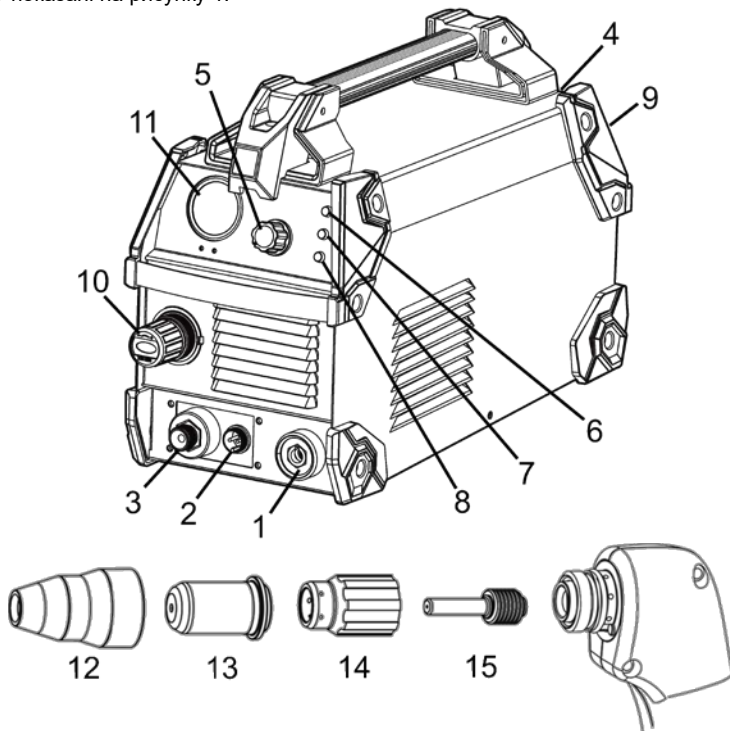

Рисунок 1
Система подачі стисненого повітря, що складається зі стороннього джерела стисненого повітря (компресор, стаціонарна мережа, балон стисненого повітря), фільтра очищення, редуктора і газового рукава, повинна мати щільні з'єднання, щоб не допустити витоків і самовільного від'єднання рукава. Приєднайте рукав для подачі очищеного стисненого повітря: одним кінцем до редуктора, а іншим – до штуцера (9, рисунок 1), який розташований на задній частині виробу. Закріпіть рукав хомутами для більш безпечного використання.
Відкалібруйте тиск повітря за допомогою регулятора (10, рисунок 1). Задане значення візуально контролюється на манометрі (11, рисунок 1). Робочий тиск має становити від 4,0 кгс/см² (0,39 МПа) до 5,0 кгс/см² (0,49 МПа).
3.7.2 Під'єднайте штекер рукава плазмотрона до роз'єму (3, рисунок 1), а штекер дроту керування плазмотроном до роз'єму (2, рисунок 1) на передній панелі виробу. Переконайтеся у щільній фіксації з'єднань.
3.7.3 Під'єднайте силовий штекер кабелю робочого затискача «маси» до роз'єму (1, рисунок 1) на передній панелі, поверніть його до упору за годинниковою стрілкою і переконайтеся у щільній фіксації з'єднання. Закріпіть затискач на заготовці. Дотримуйтесь наступних рекомендацій:
3.7.4 Перевірте та, за необхідності, замініть робочі витратні частини плазмотрона: електрод (15, рисунок 1), сопло (13, рисунок 1), дифузор (14, рисунок 1). При встановленні електрода не використовуйте будь-які спеціальні інструменти – достатньо легкого зусилля пальців.
УВАГА! Ніколи не вимикайте виріб одразу по закінченню робіт. Залиште його увімкненим після різання, щоб він достатньо охолонув. Якщо засвітився жовтий індикатор (7, рисунок 1), це означає, що спрацював термозахист. Час охолодження виробу може становити від 1 до 2,5 хвилини залежно від температури навколишнього середовища.
4.1.2 Під'єднайте рукав стисненого повітря від наявного джерела (компресор, мережа, балон) до впускного штуцера (9, рисунок 1), розташованого на задній панелі виробу. Відрегулюйте тиск, увімкніть живлення виробу клавішею (4, рисунок 1). Встановіть необхідні параметри різання. Для ознайомлення на рисунку 2 зображено графік залежності швидкості переміщення плазмотрона від товщини оброблюваного металу при плазмовому різанні на максимальному струмі 45 А.